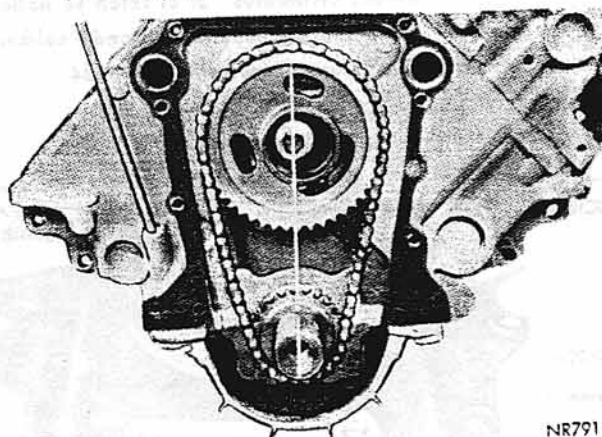

Fig. 19 - Alineación de las Marcas de Sincronización.
11. Deslice ambos engranajes uniformemente sobre sus respectivos ejes y use una regla para verificar el alineamiento de las marcas de sincronización (Fig. 19).